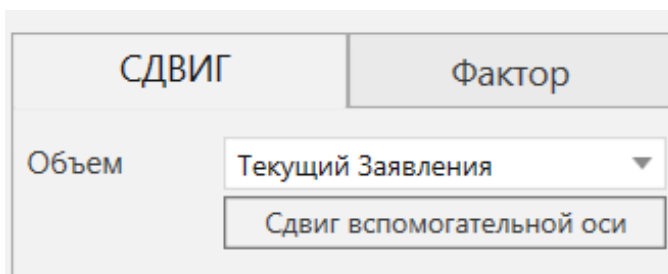

Рисунок 97 – Сдвиг Аух
– **Сдвиг Аух:** Сдвиг значения вспомогательных осей для выбранных операторов, последовательности или программы (рис.97).